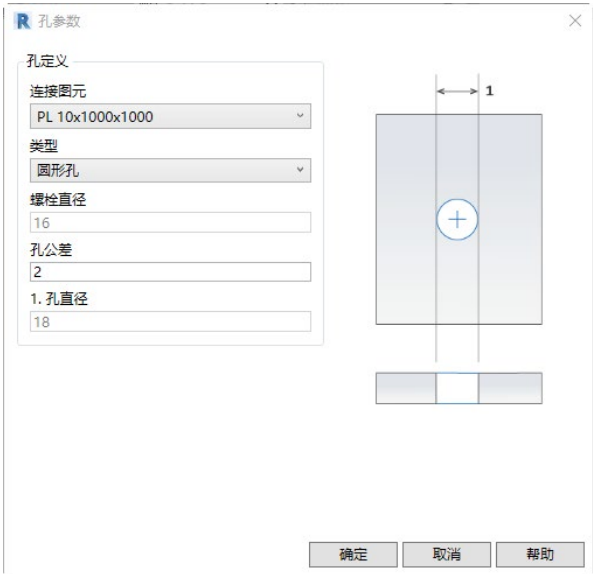

图 8-11 “孔参数”对话框
- 孔定义：单击“编辑”按钮，打开如图 8-11 所示的“孔参数”对话框，可以在对话框中配置选定螺栓组的每个连接图元的孔。